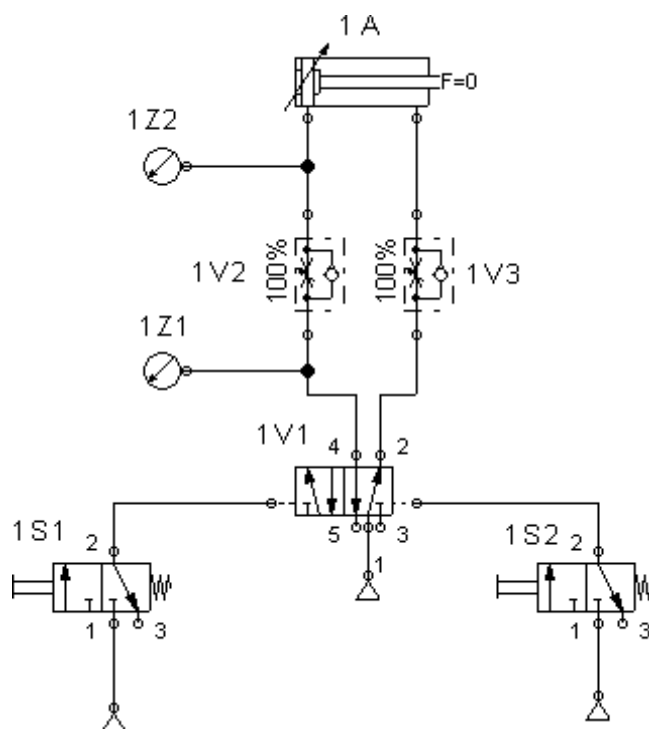

Рис. 1.4 - Принципиальная схема управления цилиндром двухстороннего действия с дроссельным регулированием скорости на входе
На рис. 1.4 представлена принципиальная схема управления цилиндром двухстороннего действия с дроссельным регулированием скорости на входе. В исходном положении управляющий распределитель (рис. 1.4) переключен таким образом, что на штоковую сторону поршня цилиндра действует давление воздуха, и поршень со штоком находится во втянутом положении.
Обратные клапана «дросселей с обратными клапанами» 1V1, 1V2 обеспечивают прохождение воздуха в одном направлении и запираение в другом. При запираении воздух проходит только через дроссель, в обратном направлении через клапан и дроссель. Дроссель регулирует объемный расход, подаваемый в полость цилиндра, и тем самым регулирует скорость движения поршня со штоком. Существуют три схемы дроссельного регулирования скорости исполнительного органа цилиндра: установка дросселя на входе в двигатель, установка дросселя на выходе двигателя и установка дросселя параллельно двигателю. Последняя схема применяется редко из-за низкого КПД. В схеме представленной на рис. 1.4 применяется схема установки дросселя на входе цилиндра. Различные по объему расходы воздуха, вытесненной из поршневой и штоковой полостей цилиндра, должны регулироваться независимо друг от друга для того чтобы, таким образом настраивать скорости выдвижения и втягивания штока.
- В среде программного пакета моделирования из набора пневмоэлементов по схеме рисунок 1.4 собрать виртуальный лабораторный стенд.